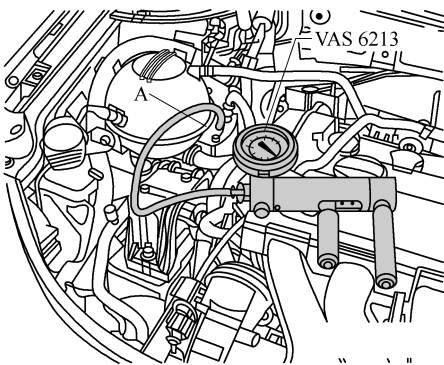

图 2-5-23 连接手动真空泵
- 2) 如图 2-5-23 所示, 将手动真空泵 (VAS6213) 连接在透气管上。